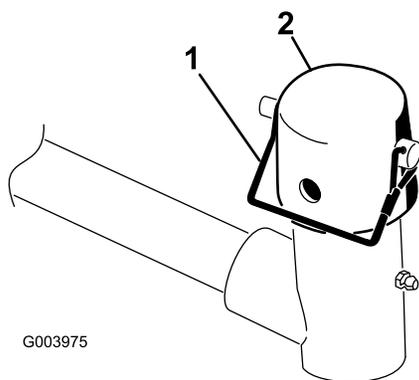

図 10
7. 昇降アームのピボットヨークからスナッパピンとキャップを取る図 10。
11. スナップピンを使って、キャップとキャリアフレームのシャフトとを昇降アームのヨークに固定する。カッティングユニットをステアリングモードで使う場合はスロットを使い、固定モードで使用する場合には、穴を使う図 10。